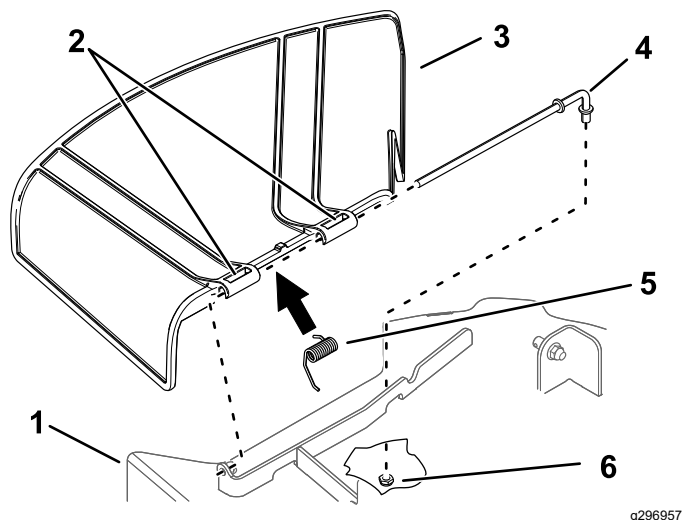

Figure 72
4. Montez le nouveau déflecteur d'herbe (Figure 72).
7. Insérez la tige dans le second pivot du déflecteur d'herbe (Figure 72).
9. Fixez l'extrémité arrière de la tige dans le tablier de coupe à l'aide d'un écrou ($\frac{3}{8}$ po), comme montré à la Figure 72.
1. Retirez l'écrou ($\frac{3}{8}$ po) de la tige, sous le tablier de coupe (Figure 72).
2. Sortez la tige du support du tablier, du ressort et du déflecteur d'herbe (Figure 72).